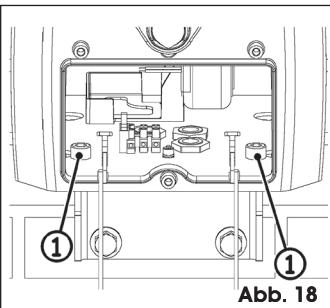

Abb. 18
- Das mittlere Fach erneut öffnen und die beiden Schrauben anschrauben, Abb. 18 Bez. ①.